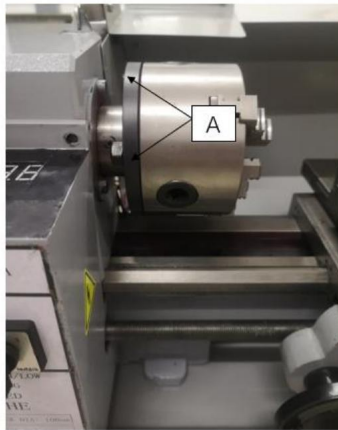

Fig.26
Con este mandril universal se pueden sujetar piezas redondas, triangulares, cuadradas, hexagonales, octogonales y de doce esquinas. (Fig. 26)
Para el mandril original de 3 mordazas que se montó en el torno, la fábrica montó el mandril de la mejor manera para garantizar la precisión de sujeción con dos marcas "0" (A) Fig.26 mostradas en el mandril y la brida del mandril.